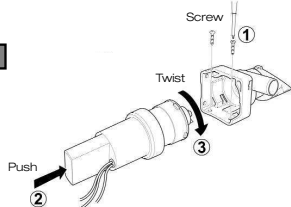
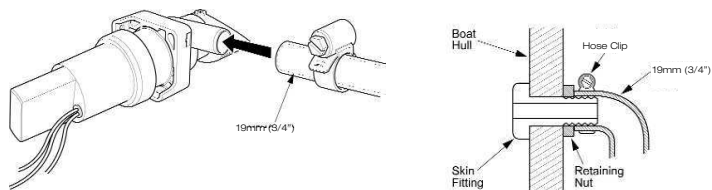

Figure 3- NOTE: Do NOT screw directly onto the hull
Figure 5
| Figure 5. | Plumbing |
BE9002 - Automatic, water activated, floatswitch (Please see Figure 3, Supersub 500 Automatic System).
Step 1: When fitted on their own, these pumps must be activated by putting the switch into the ON position (Figure 3, Supersub 500 Manual System).
Step 1: When used with BE9001 or BE9002 the pump can be left on automatic or switched to manual activation (Figure 3, Supersub 500 Automatic system).
Step 1: Set the 3 way switch to Automatic (Figure 3 Supersub Smart 650/1100), the pump will run when necessary. Place fingers over sensor area to check pump is activated, remove fingers and wait for the pump to stop (15 seconds). Check pump regularly to ensure no clogging occurs (Figure 5).
| Figure 5. | Plomberie |
Etape 1: Régler l'interrupteur 3 voies en Automatique (Figure 3 Supersub Smart 650/ 1100), la pompe fonctionnera quand nécessaire. Placer vos doigts au-dessus du capteur pour vérifier l'activation de la pompe, retirez-les et attendez l'arrêt de la pompe (15 secondes). Vérifier régulièrement la pompe pour s'assurer qu'il n'y a pas de colmatage (Figure 5).